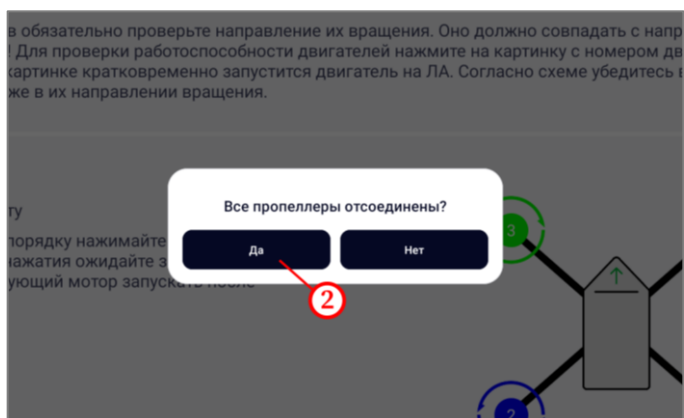

Рисунок 19
- на открывшейся форме нажать на кнопку «Да» (рисунок 19, шаг 2);